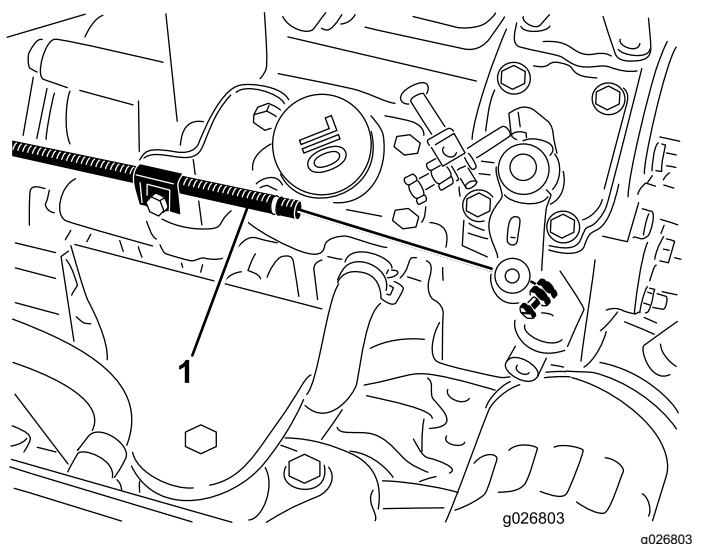

**Figura 57**
- Togliete il filtro dell'olio (Figura 57). Applicate un velo di olio pulito sulla tenuta del nuovo filtro prima di avvitarla. Non serrate troppo.